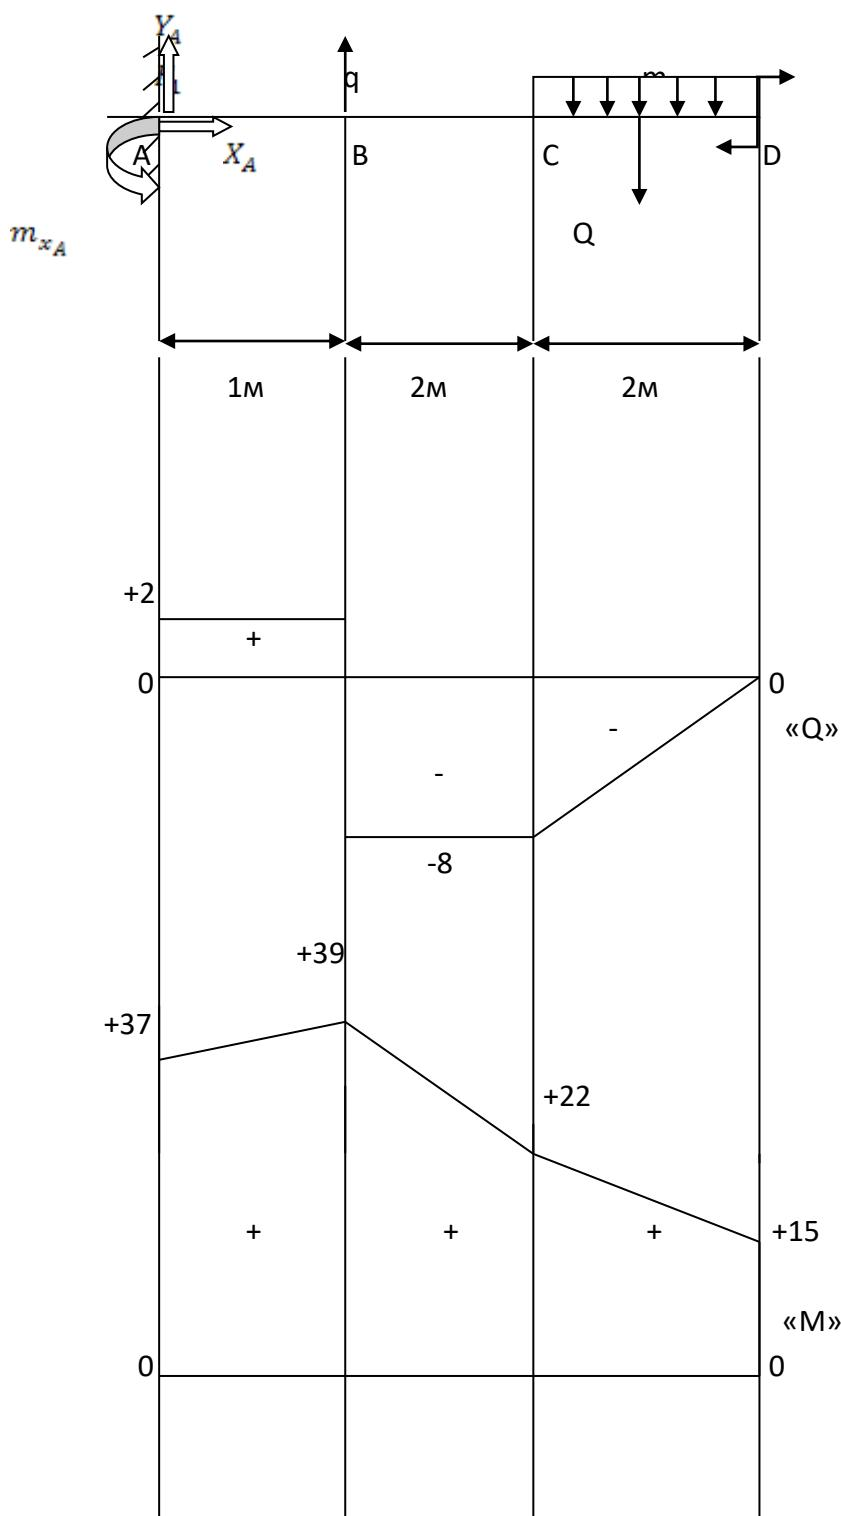

Рис.15
**Пример №8.** Определить реакции опоры консольной балки (рис.15).